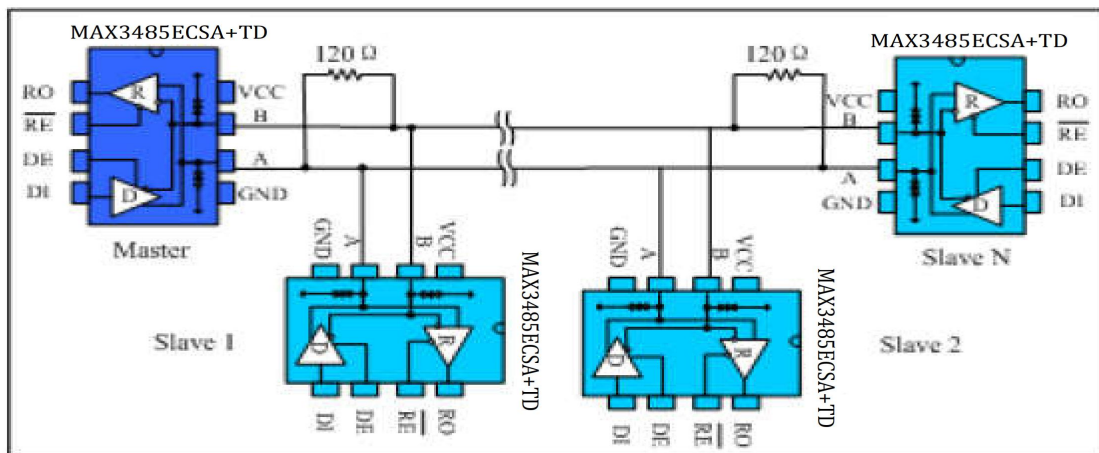

图 9 总线式 RS485 半双工通讯网络
4.1 总线式组网：MAX3485ECSA+TD收发器设计用于多点总线传输线上的双向数据通信。图 9 显示了典型网络应用电路。这些器件也能用作电缆长于 4000 英尺的线性转发器，为减小反射，应当在传输线两端以其特性阻抗进行终端匹配，主干线以外的分支连线长度应尽可能短。